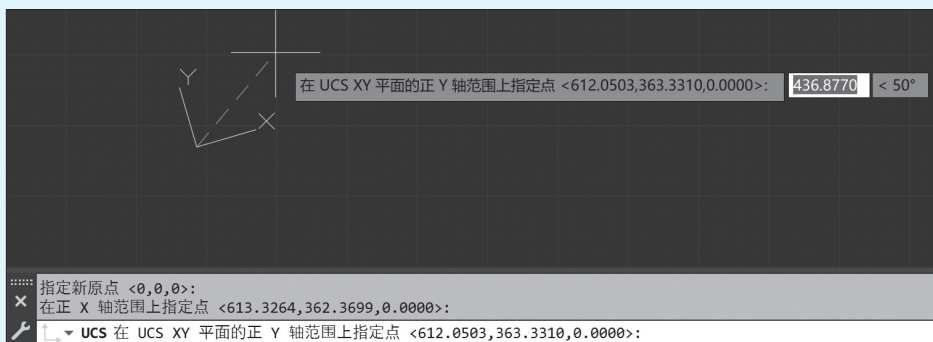

图 1-23 在 Y 轴范围上指定点
(3) 通过指定点来重新定义 Y 轴的方向，如图 1-23 所示。